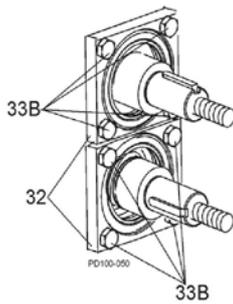

Abb. 41 Lagerhalter entfernen
- Entfernen Sie die Schrauben, die das vordere Lager halten, (Abb. 41, Pos. 33B) und ziehen Sie die Lagerhalter ab (Pos 32). (Wenn ein Halter fest sitzen sollte, belassen Sie ihn dort; er wird mit ausgepresst, wenn die Welle entfernt wird.)